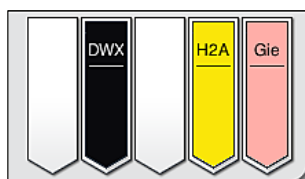

Fig. 89
- Når et stativ har gennemgået farvningsprocessen, transporteres det ind i udføringsskuffen (→ "Fig. 19-4") og anbringes i en tilgængelig position (→ "Fig. 89"). Brugeren informeres om dette med en informationsmeddelelse og en signallyd.